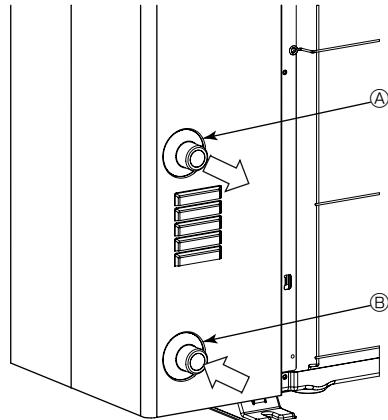

Fig. 5-1
### 5.1. Tilslutning af vandledninger (Fig. 5-1)
- Ind- og udgangsrørenes placering er vist på Fig. 5-1.
[Fig. 5-1]